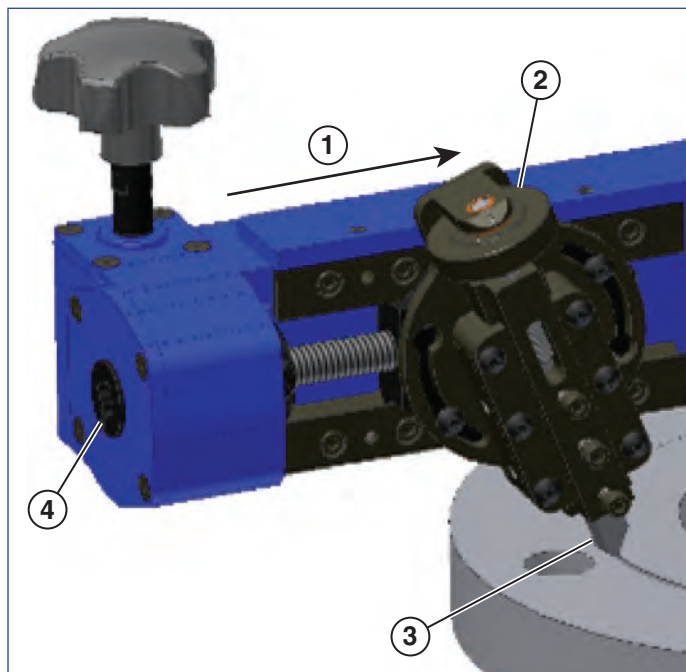

Рисунок 12
3. Вставьте ключ с трещёткой в торец ходового винта. Рукояткой регулировки глубины и ключом с трещёткой установите резец, с небольшим зазором над обрабатываемой поверхностью (см. рисунок 12).